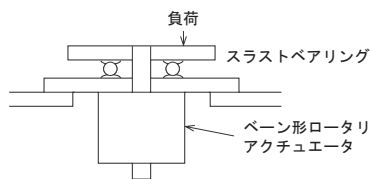

図2(スラスト荷重)
- ロータリアクチュエータのシャフトの軸方向への荷重（スラスト荷重）は作動不良の原因になりますので避けてください。スラスト荷重は、図2のようにスラストベアリングを用いてロータリアクチュエータにスラスト荷重がかからない構造にしてください。